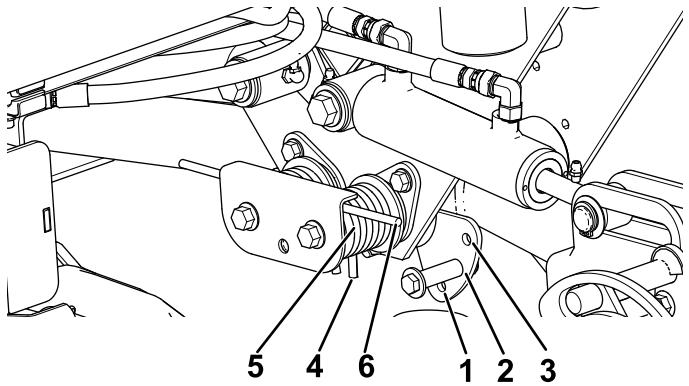

Bild 45
2. Führen Sie ein Rohr oder ein ähnliches Objekt in die lange Feder ein, um die Federspannung während der Einstellung aufzuheben (Bild 45).
3. Wenn Sie die Federspannung aufgehoben haben, nehmen Sie die Schraube und Sicherungsmutter ab, mit denen der Federaktuator an der Halterung befestigt ist (Bild 45)
Um in die Abwärtsdruckkonfiguration zu wechseln, muss die Fangplatte entfernt werden, um die beiden Federn von einer Seite aus zu tauschen, und der kurze Federschenkel muss nun an der oberen Lippe der Fangvorrichtung anliegen (Bild 45).